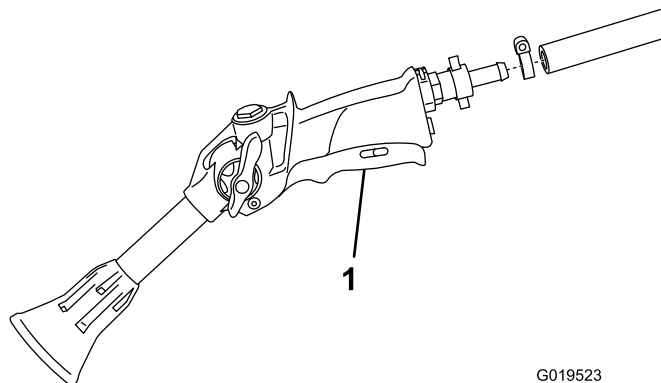

Figura 11
1. Ligue a extremidade livre da tubagem longa ao encaixe da pistola de pulverização (Figura 11).